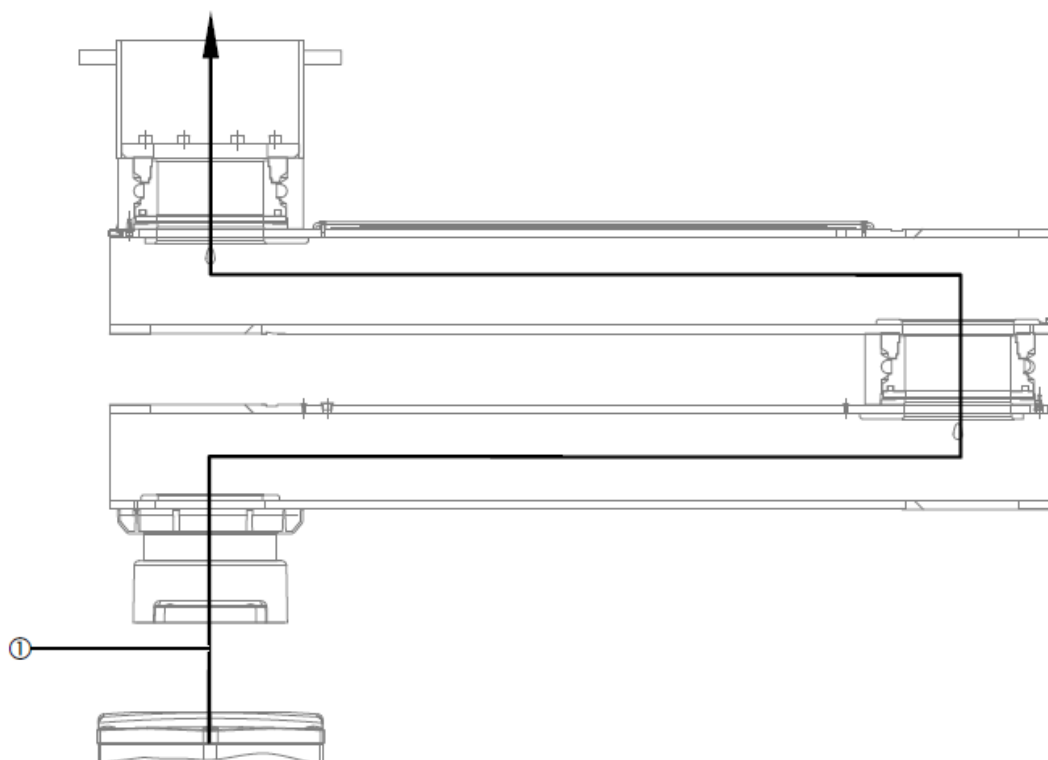

Fig. 47 Acheminement du câble d'alimentation du frein à air comprimé
- Acheminez le câble d'alimentation ① (dans un tube enroulé en spirale si nécessaire) à travers le système suspendu et dans la plaque d'interface, comme illustré à la Figure 47.